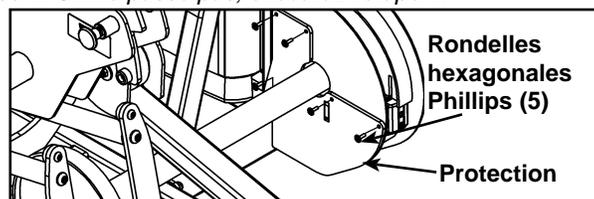

Figure 1A
- Retirez les cinq vis Phillips qui fixent la protection près de la came et retirez-la. Reportez vous à la figure 1A.